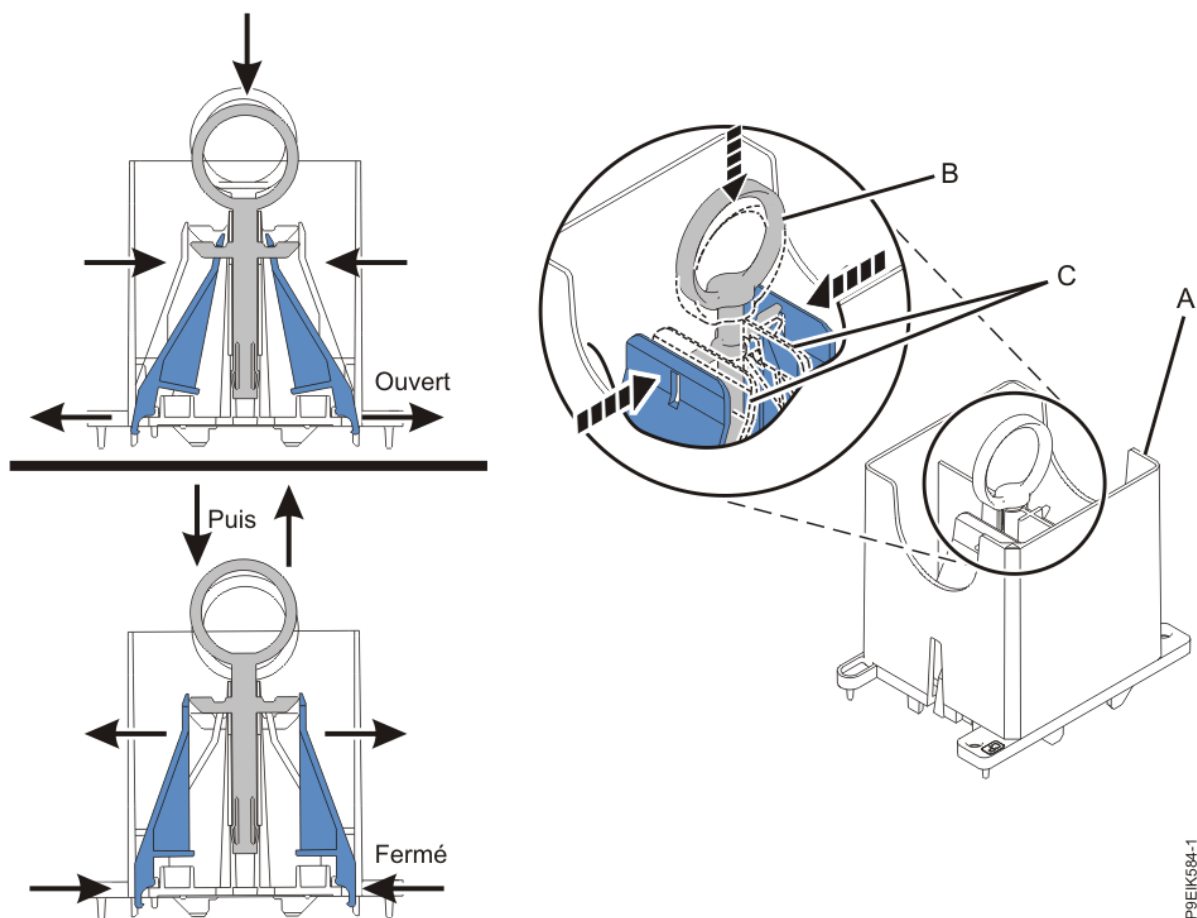

Figure 8. S'assurer que l'outil de retrait soit en position ouverte.
- a) Assurez-vous que l'outil de retrait (**A**) soit en position ouverte (Figure 8, à la page 11). L'anneau du milieu (**B**) doit être abaissé et les languettes bleues (**C**) doivent être tournées vers l'intérieur.